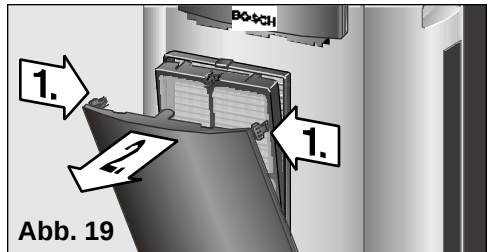

Abb. 19
- ☐ Drücken Sie zum Öffnen der Gerätefront gegen die seitlichen Druckpunkte (**Abb. 19, 1**) und klappen Sie die Gerätefront nach vorne (**Abb. 19, 2**). Ein Abnehmen ist nicht nötig denn die Front verfügt über einen Anschlag, der verhindert, dass sie ganz herunterklappt.